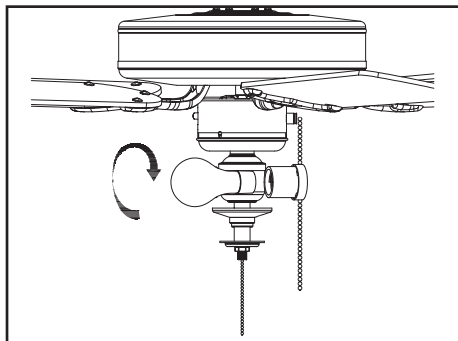

Figura 14
5. Instala las dos bombillas LED (incluidas) en los portabombillas del soporte del kit de luces (Figura 14).